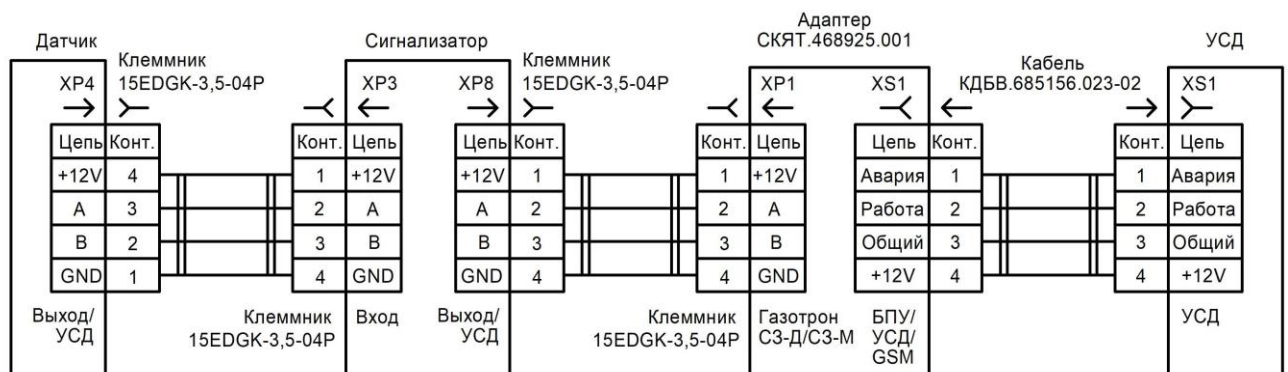
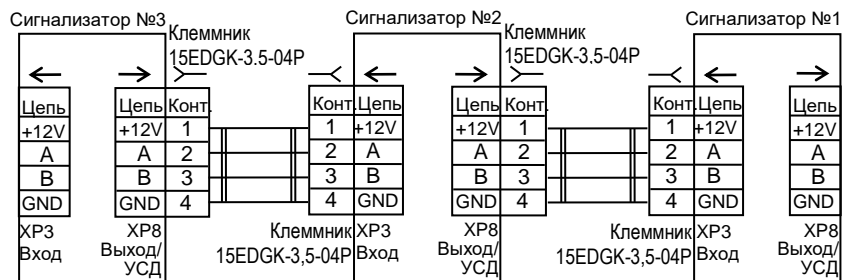

Рисунок 5 – Схема соединения датчика, сигнализатора и УСД (модуля GSM) в шлейф
Рисунок 6 – Схема соединения сигнализаторов в шлейф
2.2.6.4 По желанию потребителя к Сигнализатору может быть подключен датчик (рисунок 5) или другие моноблочные Сигнализаторы (рисунок 6) в линию – шлейф. Количество моноблочных Сигнализаторов в шлейфе неограниченно.